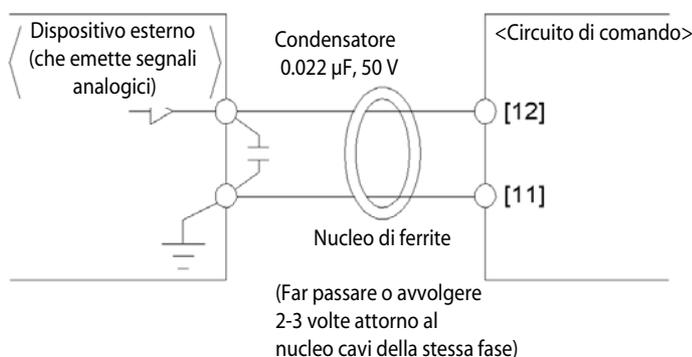

Figura 2-3-13 Esempio di un'efficace rimozione delle interferenze
- Se l'inverter è collegato a un dispositivo esterno che emette un segnale analogico, quest'ultimo può subire disfunzioni a causa dei disturbi elettromagnetici prodotti dall'inverter. In questi casi collegare un nucleo di ferrite (un nucleo ad anello o simile) al dispositivo che emette il segnale analogico e/o installare un condensatore con buone proprietà di rottura tra i cavi del segnale di comando (cfr. figura 2-3-13).